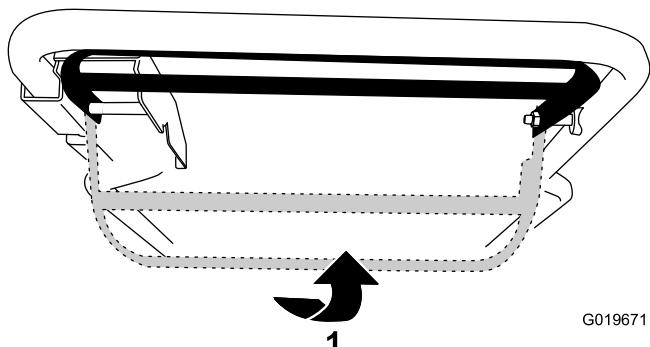

Figura 13
- Para activar la autopropulsión sin activar la cuchilla:** Levante la barra de control de la cuchilla hasta el manillar (Figura 13).